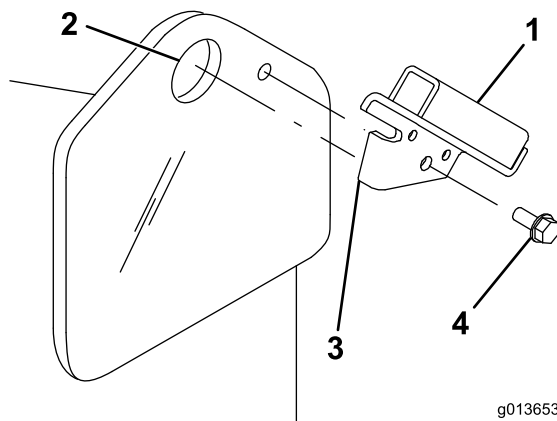

Figura 3
1. Inserite l'aletta della staffa dello schermo di protezione nel foro del punto di sollevamento sulla trattrice, allineando il foro sulla staffa al piccolo foro sul telaio della trattrice (Figura 3).
Nota: Vi sono una staffa destra e una staffa sinistra. Accertatevi di montare ogni staffa sul lato corretto. L'aletta deve essere inserita nel foro del punto di sollevamento e la staffa deve trovarsi all'esterno del telaio (Figura 3).
2. Fissate la staffa al telaio con una vite autofilettante (Figura 3).